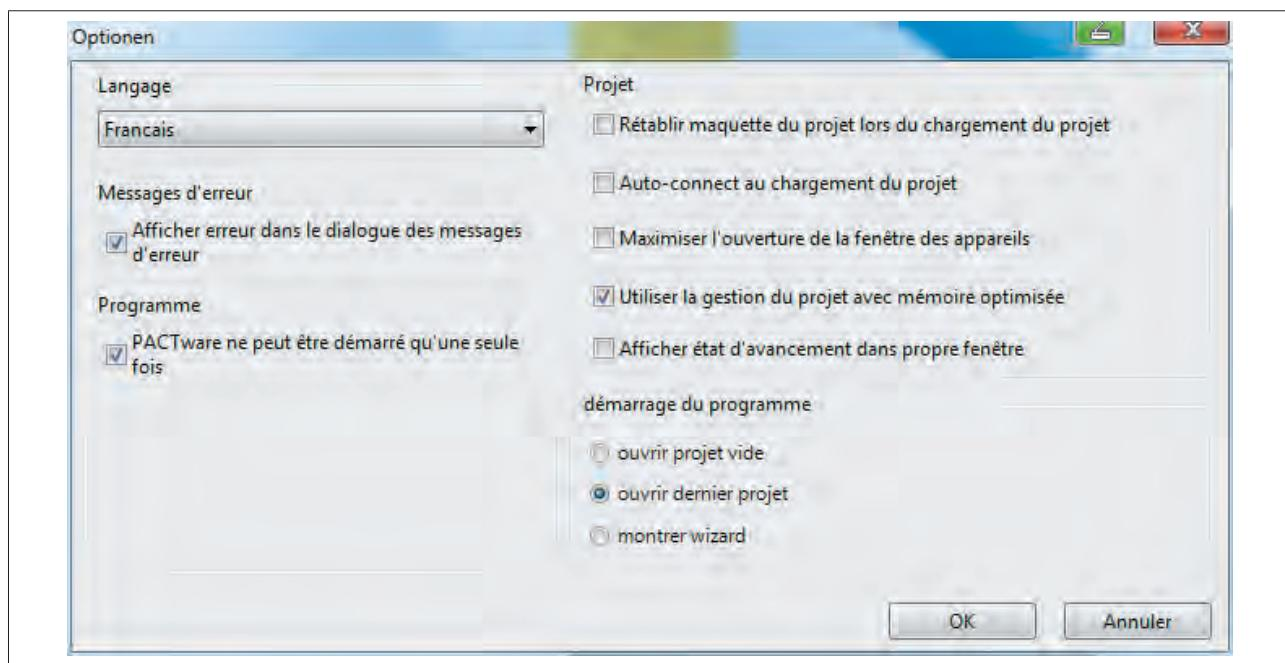

Figure 17 : Options PACTware
**!** Le menu PACTware « Outils / Options », rubrique « Projet », permet de régler l'ouverture ou non du dernier projet au démarrage du programme (voir Figure 17 : Options PACTware).